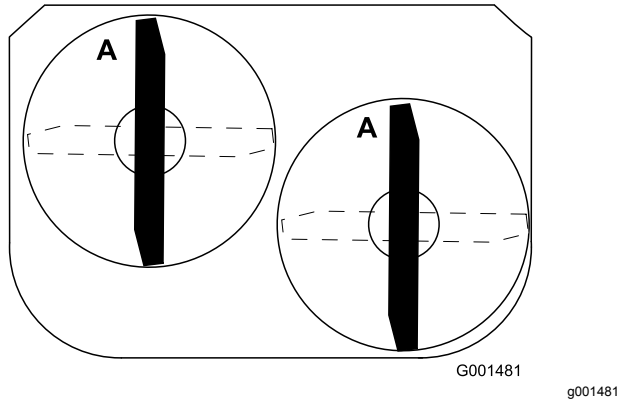

Figura 49
3. Gire las cuchillas hasta que los extremos estén orientados hacia adelante y hacia atrás (Figura 49).